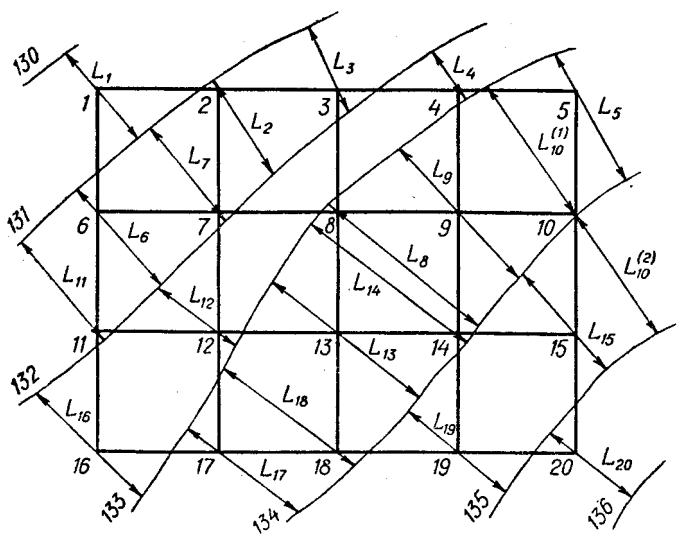

Рис. 3. Определение  $L$
- 3) минимальные расстояния между соседними горизонталями с обеих сторон вершины  $L$ , мм (рис. 3).